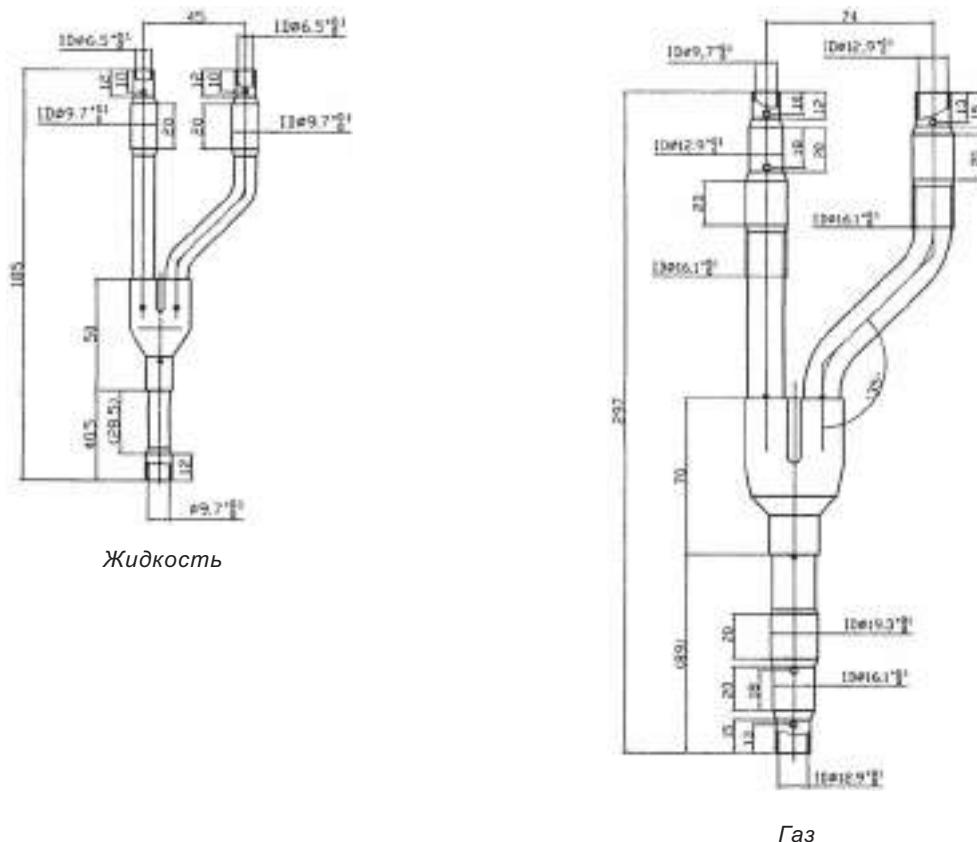

Рис. 6.3(а)
6.3.10.1 Комплект разветвителей FQ01A/A, рис. 6.3(а).
6.3.9.2 Комплект разветвителей FQ01B/A, рис. 6.3(б).